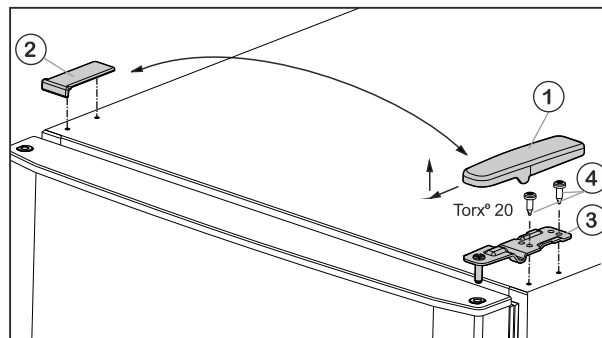

Fig. 5
- ▶ Kryt Fig. 5 (1) odoberte smerom dopredu a hore.
- ▶ Kryt Fig. 5 (2) nadvihnite.
- ▶ Hornú ložiskovú konzolu Fig. 5 (3) odkrutkujte (2 krát Torx® 20) Fig. 5 (4) a odoberte smerom hore.
- ▶ Vrchné dvere nasadte na ložiskovú konzolu v strede (13).
- ▶ Vrchnú ložiskovú konzolu Fig. 5 (3) nasadte na novej strane závesu do dverí.
- ▶ Hornú ložiskovú konzolu **pevne (pomocou krútiaceho momentu 4 Nm)** priskrutkujte (2x Torx® 20) Fig. 5 (4). V prípade potreby použite akumulátorový skrutkovač.
- ▶ Kryt Fig. 5 (1) nasadte na opačnú stranu zvonka a zaklapnite.
- ▶ Kryt Fig. 5 (2) nasadte vždy na opačnú stranu zhora a zaklapnite.